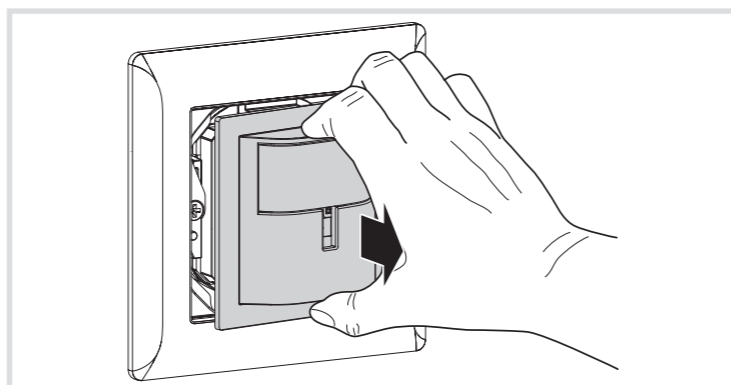

Figura 8: smontaggio della copertura
- Sollevare con cautela il pannello frontale facendo leva con un cacciavite (figura 8).